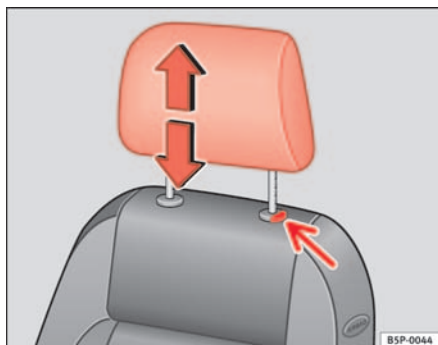

Fig. 92 Poggiatesta:
- Premere il tasto ⇒ fig. 92 (freccia).